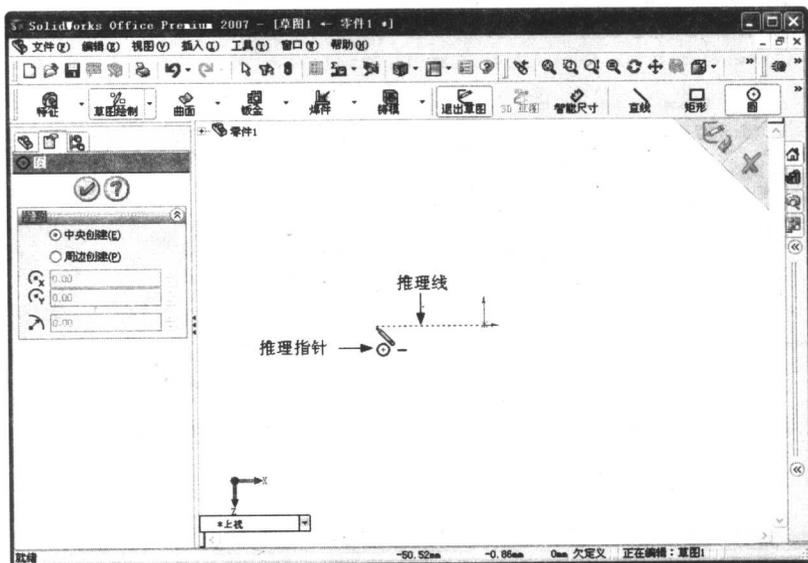

图 1.6 “推理指针”和“推理线”功能
① 将鼠标指针移动到原点上待出现“推理指针”和“推理线”字样(详细内容见 3.1.6 草图辅助工具)后,继续水平移动鼠标指针到绘图原点左边任意位置单击,指定圆心位置,如图 1.6 所示。